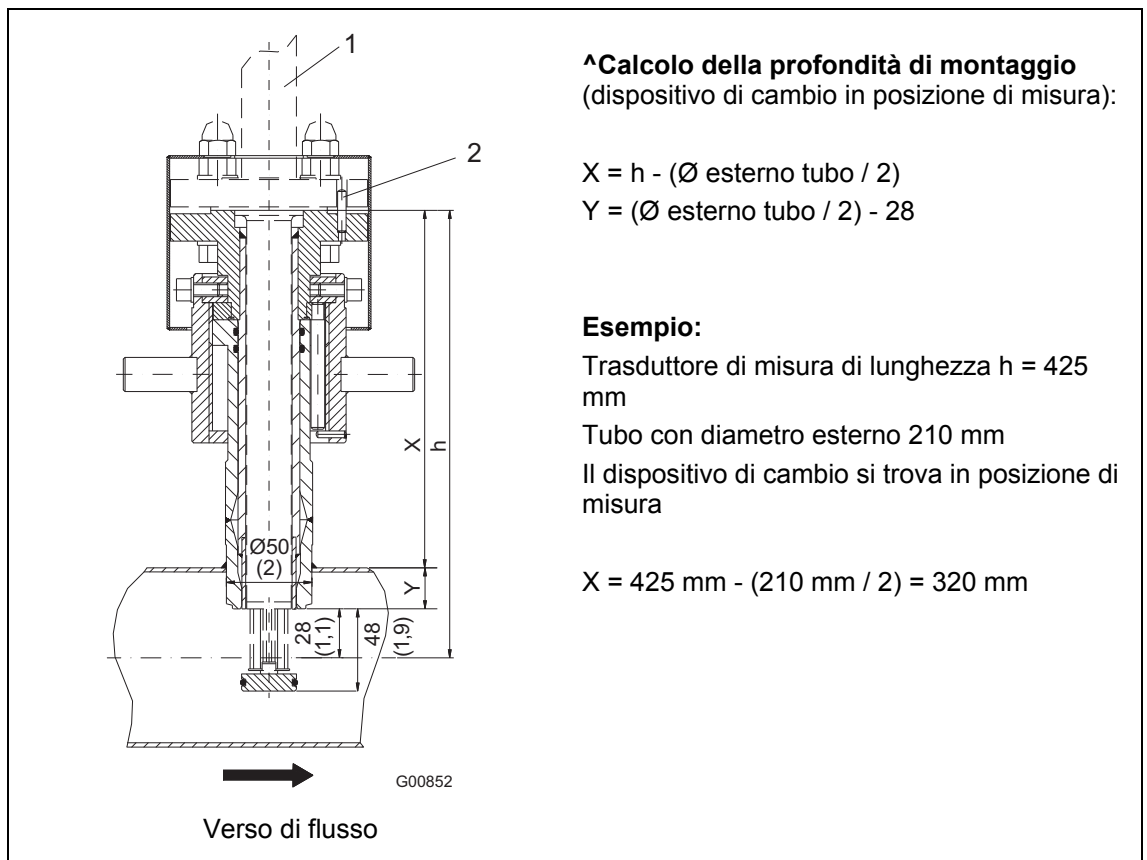

Fig. 12 - Dimensioni in mm (inch). Dispositivo di cambio in posizione di misura
- La spina di centraggio dell'adattatore deve essere in linea con l'asse del tubo nel verso di flusso (lato di uscita, a valle del punto di misura), vedere Fig. 12.